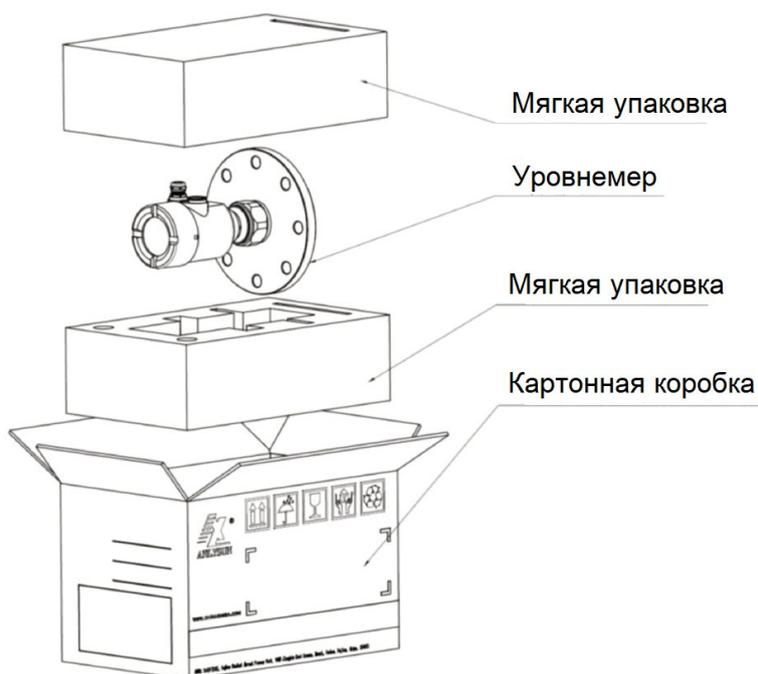

Рисунок 16 – Упаковка уровнемеров
1.6.1 Способ упаковки, транспортная тара, материалы, применяемые при упаковке, и порядок размещения соответствуют технической документации изготовителя (рисунок 16).